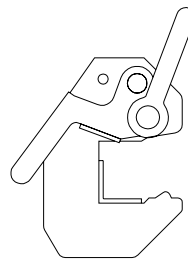

Abb. 37.3
1. Zuerst Sicherheitshebel soweit wie möglich öffnen (Abb. 37.3).